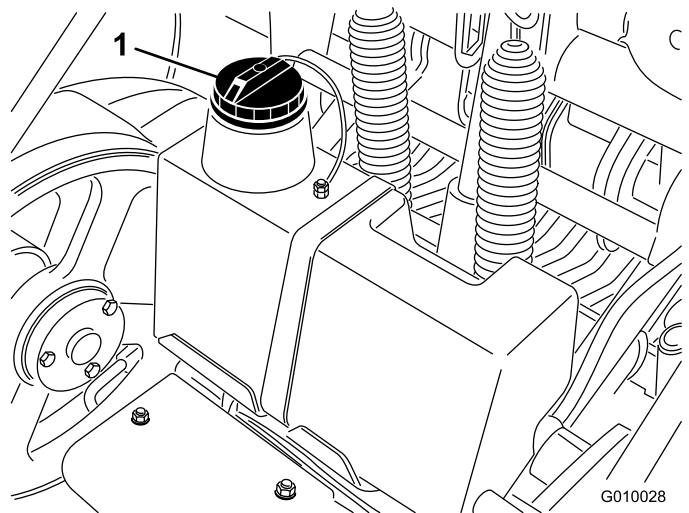

图18
3. 清洁液压油箱加油颈和油箱盖周围的区域 (图18)。从加油颈上取下盖子。